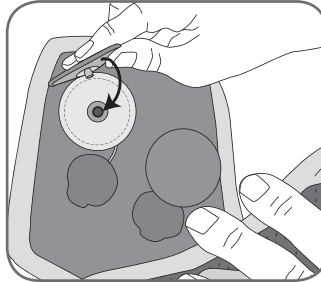

Abbildung 6-17: Befestigung der L300-Gewebeelektrode an der Elektrodenbasis
6. Befestigen Sie die L300-Gewebeelektrode an der zugehörigen Elektrodenbasis (siehe Abbildung 6-17).